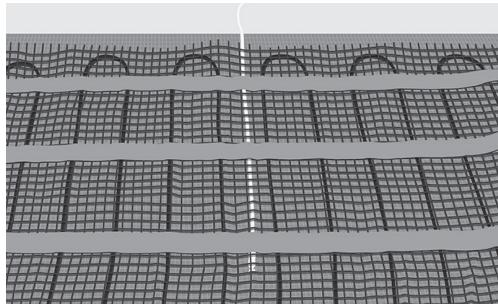

Fig. 7. Placera givarslangen/givaren mellan kablarna
11. Placera och fixera givarslangen eller golv-givaren om ingen givarslang används. Placer slangen/givaren mellan två värmekablar (Fig. 7).